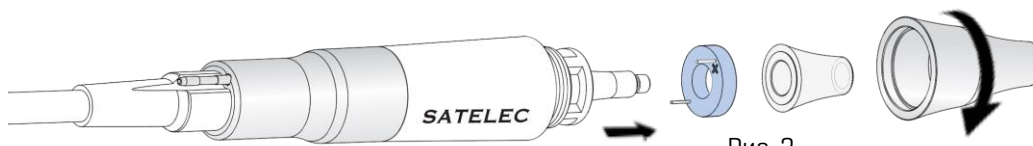

Рис. 2
7. РАЗБЕРИТЕ НАКОНЕЧНИК (рис. 2):